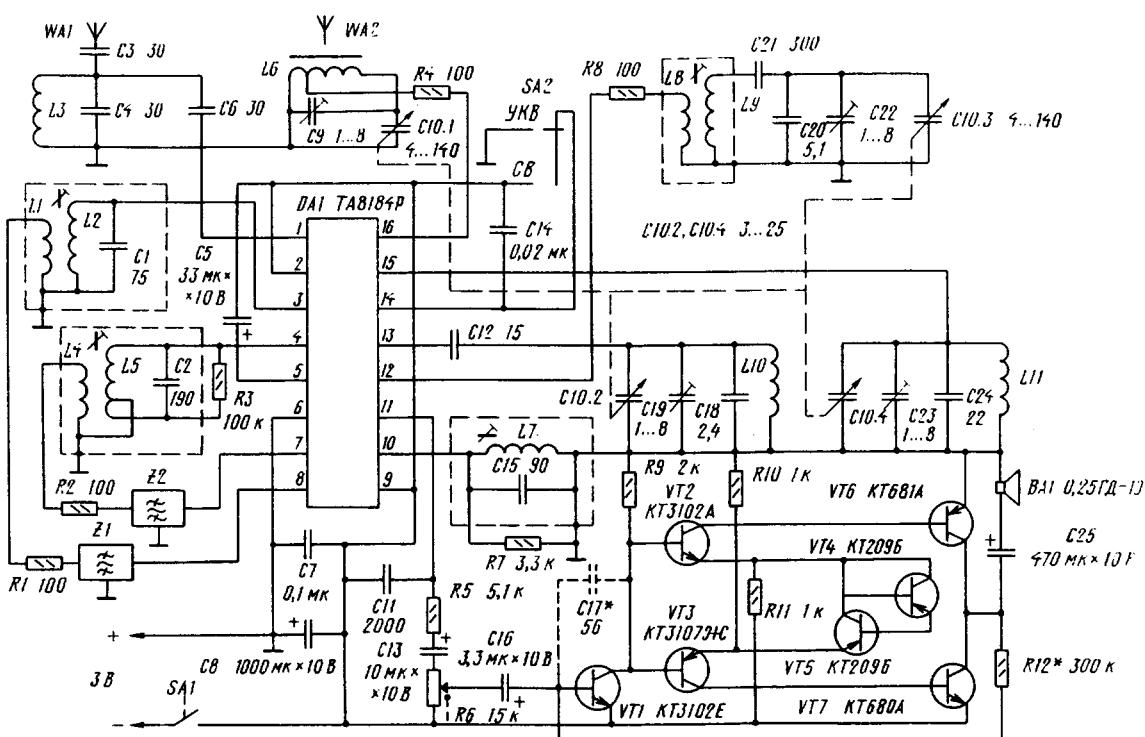

рис.6
**А.Паньшин** ("Радио", 7/99, стр.22) опубликовал **схему АМ-ЧМ радиоприемника с низковольтным питанием +3 В**. Радиоприемник (рис.6) выполнен на микросхеме TA8184P фирмы Toshiba по стандартной схеме, исключена только цепь АПЧГ УКВ тракта. Приемник рассчитан на прием радиостанций в диапазоне средних волн (526,5...1606,5 кГц) и УКВ (88...108 МГц).